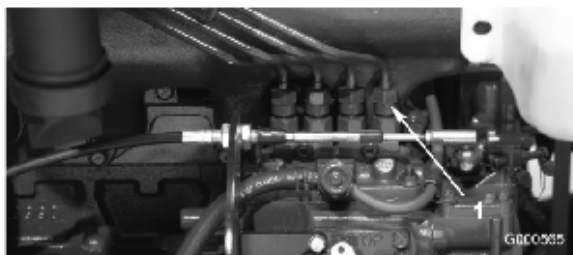

図 37
1. 燃料噴射ポンプの No.1インジェクタ・ノズル（図 37）へのパイプ接続部をゆるめる。